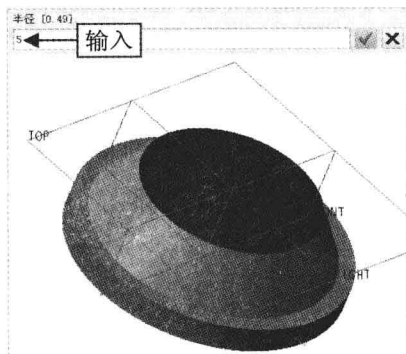

图 8-18 输入 5
Step 05 单击“接受值”按钮, 在弹出的“半径”文本框中输入 5, 如图 8-18 所示。